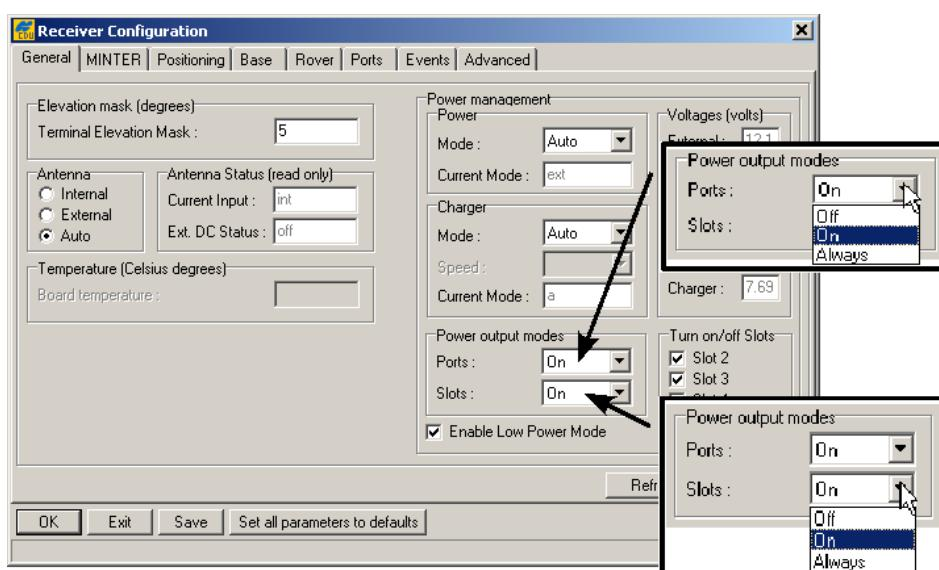

Рисунок 2-4 Выбор режимов питания внешних устройств
5. В области *Power output modes* (*Режимы питания внешних устройств*) щелкните на выпадающем списке *Ports* (*Порты – разъемы на лицевой панели*) и выберите в нем режим подачи напряжения питания на штырьки №1 разъемов последовательных портов (см. рис. 2-4):
6. В области *Power output modes Slots* (*Режимы питания внутренних плат*) щелкните по выпадающему списку *Slots* (*Слоты = гнезда для внутренних плат*) и выберите в нем режим подачи напряжения питания на внутренние платы (см. рис. 2-4):